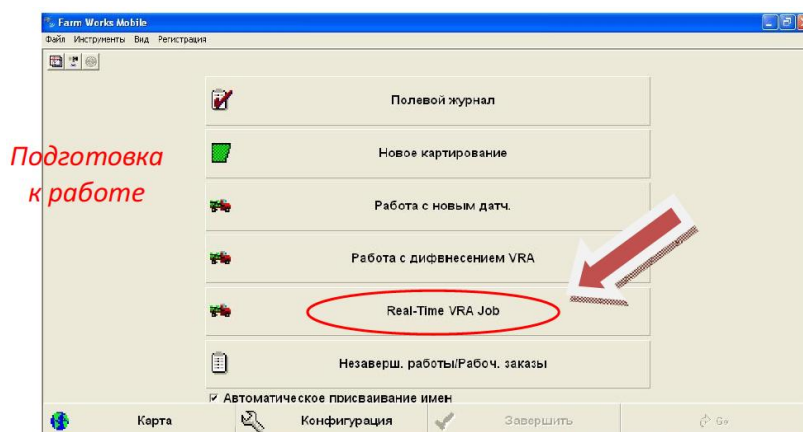

Рисунок 12.5 –
2. В открывшемся меню программы выбрать вкладку _____ (рисунок 12.5).